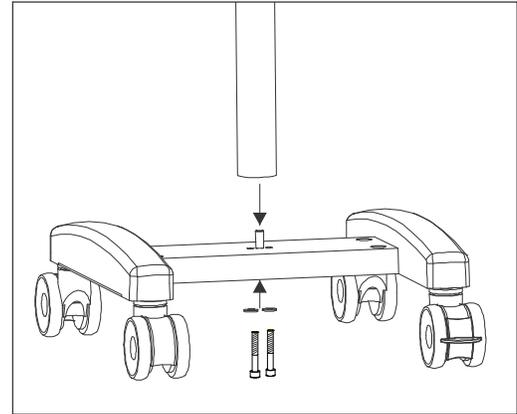
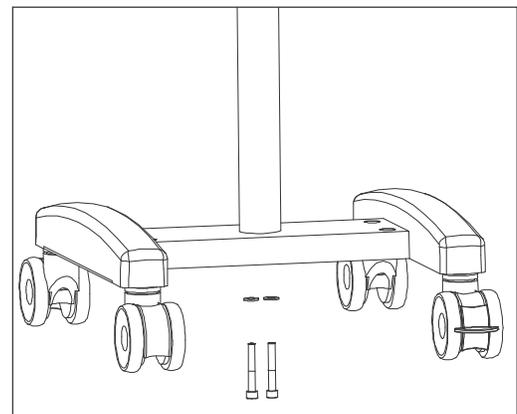

Fig. 2
Fig. 3
7.1 La base s'installe grâce à la fixation de la colonne sur la base. Joindre la colonne au vis d'indexage sur la base. Voir Fig. 2. Aligner le trou vissé de l'imposte avec le vis du siège. Tenir l'imposte avec fermeté et serrer les vis allen de la partie inférieure de la base. Voir Fig. 3.